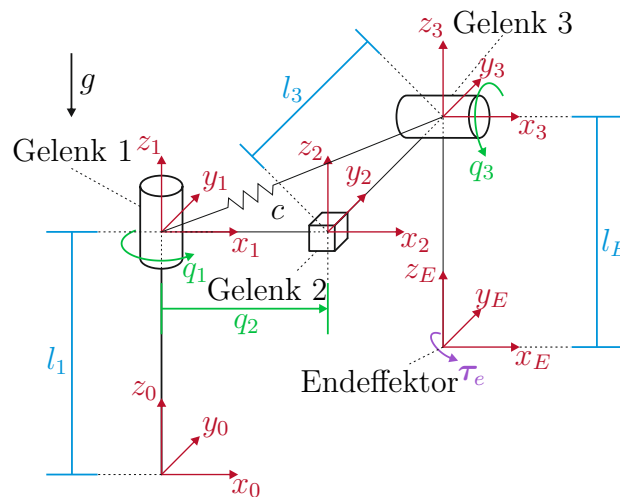

Abbildung 6: Manipulator.
3. Der in Abbildung 6 dargestellte Manipulator verfügt über drei Freiheitsgrade $\mathbf{q}^T = [q_1 \ q_2 \ q_3]$. Die Freiheitsgrade q_1 bzw. q_3 bewirken Rotationen in Gelenk 1 bzw. Gelenk 3 und q_2 bewirkt eine translatorische Bewegung des Gelenks 2. Gelenk 1 und Gelenk 3 sind durch eine lineare Feder miteinander verbunden, die eine Federkonstante $c > 0$ besitzt und für $q_2 = 0$ entspannt ist. Der Endeffektor hat die Masse m_E und das Trägheitsmoment $\mathbf{I}_0^E = \text{diag}(I_{E,xx}, I_{E,yy}, I_{E,zz})$, gegeben relativ zum Inertialsystem. Alle anderen Bestandteile des Manipulators sind als masselos zu betrachten. Im Koordinatenursprung des Endeffektors wirkt das externe Störmoment $\boldsymbol{\tau}_e^T = [\tau_{e,x} \ \tau_{e,y} \ \tau_{e,z}]$. Die Erdbeschleunigung g wirkt in negative z_0 -Richtung. 16 P. |